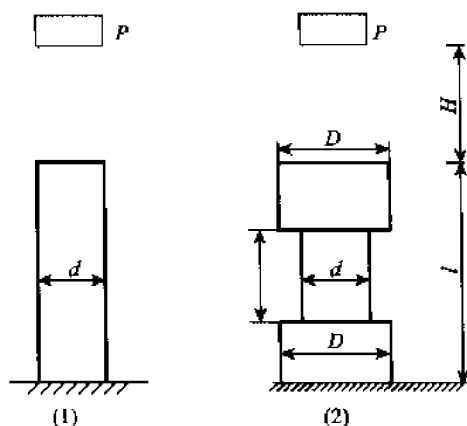

图 11-18
1. 边长为 d 的正方形截面杆(1)和(2),杆(1)是等截面,杆(2)为变截面,如图 11-18 所示。两杆受同样的冲击载荷作用。对于这两种情况的动荷系数 k_d 和杆内最大动荷应力 σ_{dmax} ,有下列结论:_____。